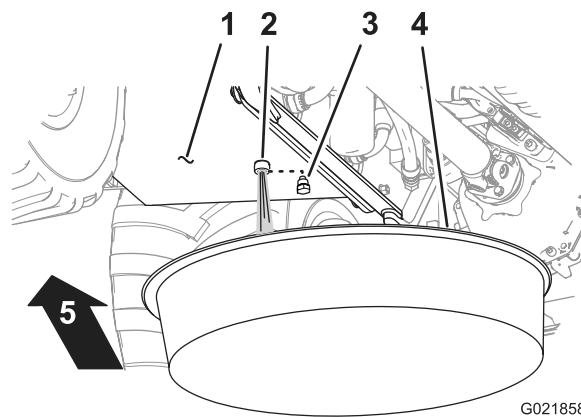

Figura 93
4. Coloque un recipiente con capacidad mínima de 75,7 litros (20,0 galones US) debajo del orificio de vaciado del depósito hidráulico (Figura 93).
5. Retire el tapón de vaciado del depósito hidráulico (ubicado debajo del depósito) y purgue el depósito (Figura 93).
7. Instale el tapón de vaciado (Figura 93).